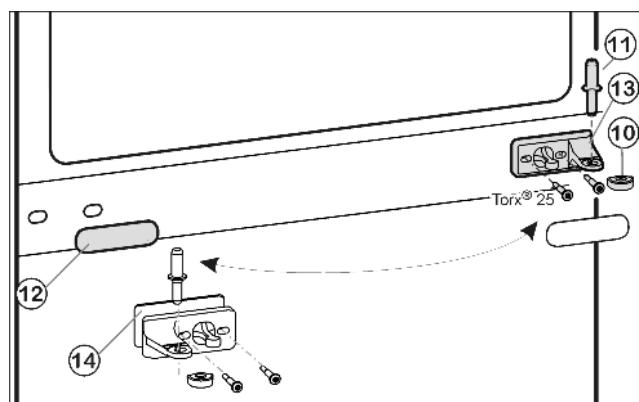
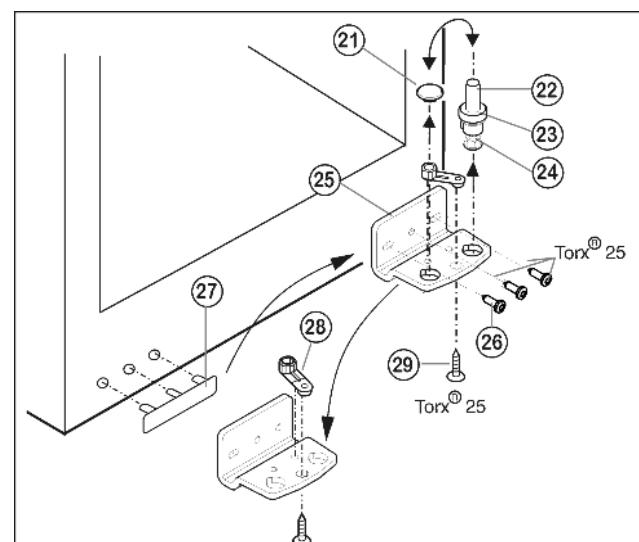

Fig. 8
Fig. 9
- Вытащите из опорного кронштейна и нижней дверцы средний опорный винт Fig. 8 (11).
- Снимите пластмассовый колпачок Fig. 8 (10).
- Открутите средний опорный кронштейн Fig. 8 (13) (2 шт. Torx® 25).
- Осторожно снимите накладку Fig. 8 (12).
- Прикрутите средний опорный кронштейн Fig. 8 (13) с подкладкой Fig. 8 (14) с поворотом на 180° на новую сторону шарнира (**с моментом 4 Нм**).
- Защелкните накладку Fig. 8 (12), повернув на 180 °, на стороне, где теперь будет ручка.
- Извлеките опорный винт Fig. 9 (22) в комплекте с шайбой Fig. 9 (23) и регулируемой опорой Fig. 9 (24), вытягивая его вверх.
- Снимите пробку Fig. 9 (21).
- Открутите Fig. 9 (26) опорный кронштейн Fig. 9 (25).
- Открутите Fig. 9 (29) опорную деталь Fig. 9 (28) и, перевставив в отверстие на противоположной стороне опорного кронштейна, снова прикрутите.
- Осторожно снимите и переставьте на противоположную сторону крышку со стороны ручки Fig. 9 (27).
- Снова прикрутите опорный кронштейн Fig. 9 (25) на новой стороне шарнира (**с моментом 4 Нм**). При необходимости используйте аккумуляторный шуруповерт.
- Переставьте пробку Fig. 9 (21) в свободное отверстие.
- Вновь установите опорный винт Fig. 9 (22) в комплекте с шайбой и регулируемой опорой. При этом фиксатор должен быть направлен назад.
- ▶ Установите нижнюю дверцу сверху на нижний опорный винт Fig. 9 (22).
- ▶ Снова наденьте пластмассовый колпачок Fig. 8 (10) на средний опорный кронштейн Fig. 8 (13).
- ▶ Вставьте средний опорный винт Fig. 8 (11) на новой стороне шарнира через средний опорный кронштейн Fig. 8 (13) в нижнюю дверцу.
- ▶ Установите верхнюю дверцу на средний опорный винт Fig. 8 (11).
- ▶ При необходимости выровняйте дверцы через два продольных паза в нижнем опорном кронштейне Fig. 9 (25) и среднем опорном кронштейне Fig. 8 (13) параллельно корпусу устройства. Для этого выкрутите средний винт на нижнем опорном кронштейне Fig. 9 (25).